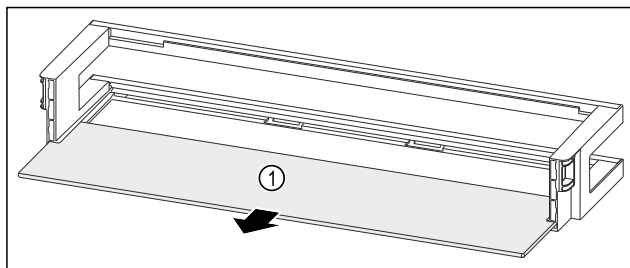

Fig. 126 Balconnet de contre-porte avec tablette de rangement
- Retirer la tablette de rangement Fig. 126 (1).